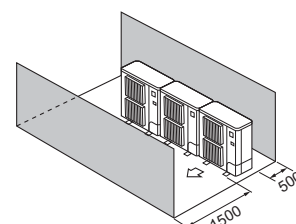

Fig. 3-14
- ④ Obstáculos apenas na parte da frente e de trás (Fig. 3-14)